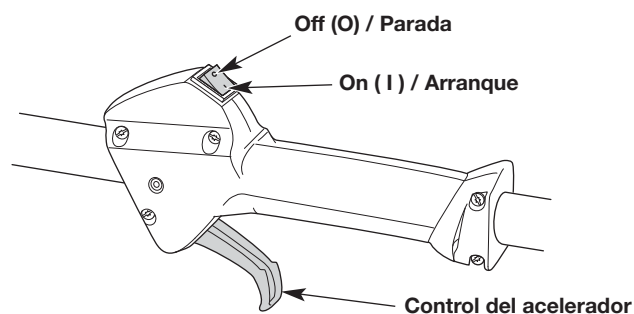

Fig. 9
**NOTA:** No es necesario encender la unidad. El interruptor de encendido/apagado está en la posición ON (1) (encendido) en todo momento (Fig. 9).
5. Apriete y mantenga oprimido el control del acelerador (Fig. 9).
2. Oprima y mantenga apretado el interruptor de encendido/apagado en la posición OFF (0) (apagado) hasta que el motor se pare por completo (Fig. 9).
6. Apriete y mantenga oprimido el control del acelerador (Fig. 9).
2. Oprima y mantenga apretado el interruptor de encendido/apagado en la posición OFF (O) (apagado) hasta que el motor se pare por completo (Fig. 9).